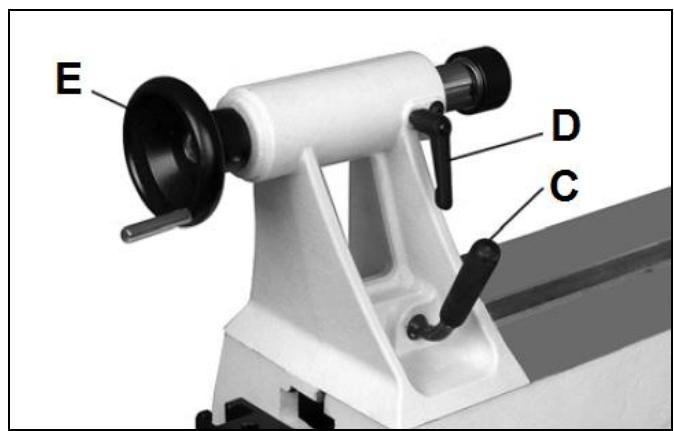

Fig 29
tourner le volant (E, Fig. 29) dans le sens des aiguilles d'une montre pour sortir le fourreau et bloquer le levier de serrage (D).